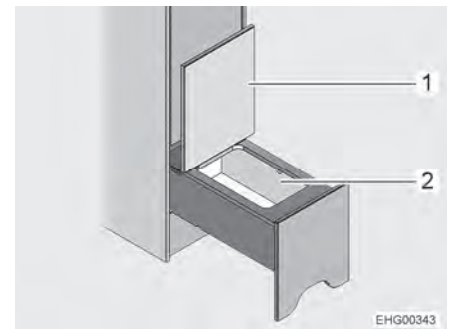

Bild 83 Staufach
- Deckel (Bild 83,1) nach oben klappen. Staufach (Bild 83,2) ist zugänglich.